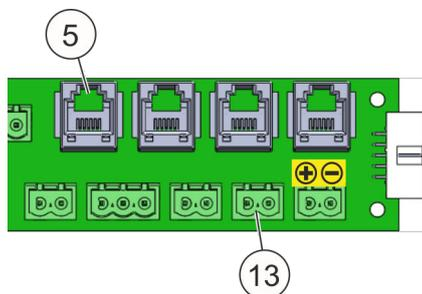
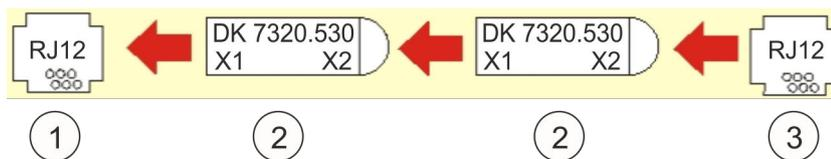

Fig. 41 : Raccordements du commutateur de contact de porte
Fig. 42 : Schéma d'installation pour le commutateur de contact de porte « Connecteur RJ12 » (capteur d'accès)
L'entrée du contact de porte « 5 » (Fig. 41 /5) est conçue pour le type de commutateur Rittal DK 7320.530 (Fig. 43 /2 ou 3). Raccorder le commutateur de contact de porte de la variante « connecteur RJ12 » à l'entrée du contact de porte « 5 ». Effectuer le raccordement selon Fig. 42 et Fig. 43 .
- 1 Entrée du contact de porte « 5 » (Fig. 41 /5)
La résistance de terminaison prémontée (Fig. 41 /13) doit être retirée en cas d'utilisation du commutateur « Rittal 7320.530 ».